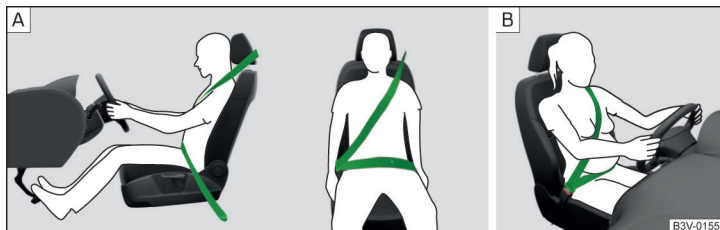

Fig. 4 Așezarea centurii diagonale și transversale/Așezarea centurii de siguranță la femeile însărcinate
**Partea de umăr a centurii** trebuie să treacă aproximativ peste mijlocul umărului (în nici un caz peste gât) și să se așeze bine pe torace » fig. 4 - [A].
**Partea din dreptul bazinului** trebuie să aibă întotdeauna un contact ferm cu bazinul (nu are voie să treacă peste burtă) » fig. 4 - [A].
La **femeile gravide**, partea de centură care protejează bazinul se așază cât mai jos posibil, astfel încât să nu apese pe abdomen » fig. 4 - [B].